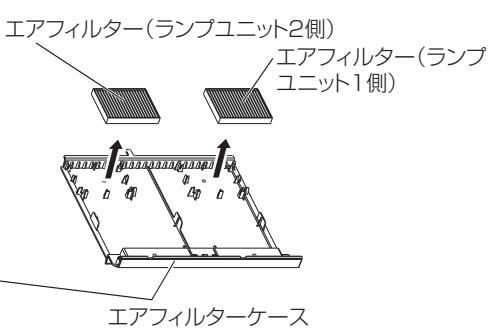

図3
3) エアフィルターケースからエアフィルターを取り外す（図3）